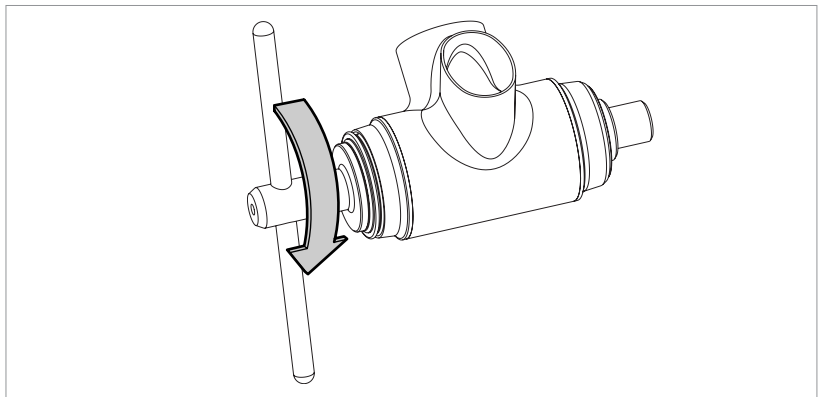

Fig.3
- Gire en sentido horario la palanca de la herramienta UT-BB240 hasta que hagan tope ambas cazoletas (Fig. 3).
- Antes de extraer la herramienta, asegúrese de haber colocado correctamente las cazoletas en la caja del pedalier (Fig. 3).